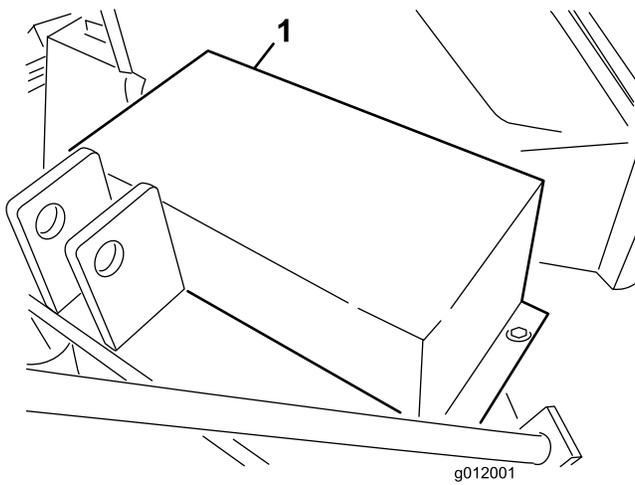

Figure 13
1. Retirez les vis, les rondelles et les écrous qui fixent le couvercle de courroie sur le carter du souffleur (Figure 13).
2. Déposez la protection de la courroie (Figure 13).